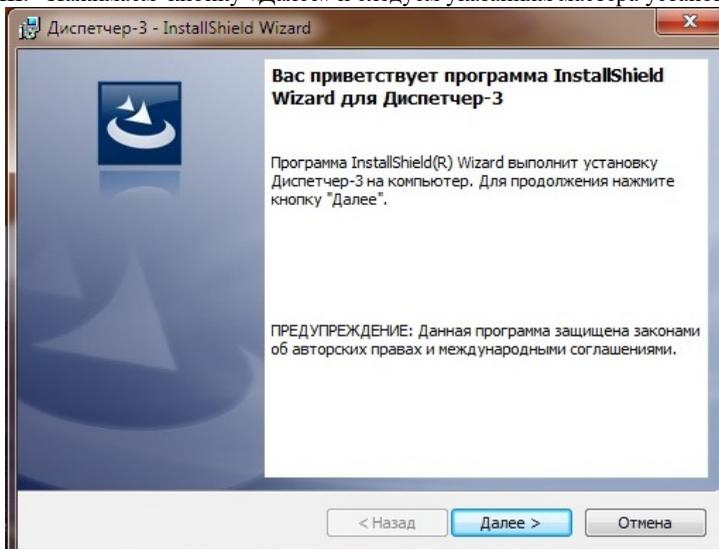

рис. 47
2.24 **Инсталляция ПО Диспетчер-III.** Запустить файл Setup\_3.5.0.22xx.exe из папки Build 3\_5\_0. По умолчанию папкой для установки программы является C:\ПО Диспетчер-III. Нажимаем кнопку «Далее» и следуем указаниям мастера установки (рис. 47):